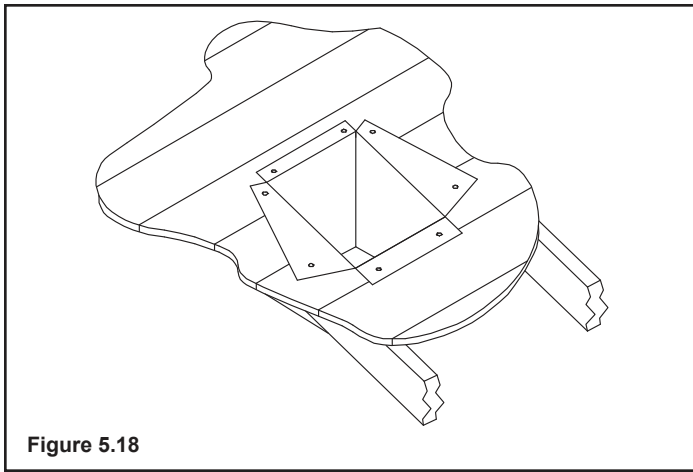

Figure 5.18
4. Coupez la boîte-support depuis les coins supérieurs vers le bas jusqu'au niveau du toit au moyen d'une cisaille de ferblantier et pliez les pans de façon à recouvrir le revêtement du toit (figure 5.18). Avant de la clouer au toit, placez un boudin de mastic qui ne durcit pas autour des bords supérieurs de la boîte-support pour rendre étanche le joint entre la boîte et le toit.